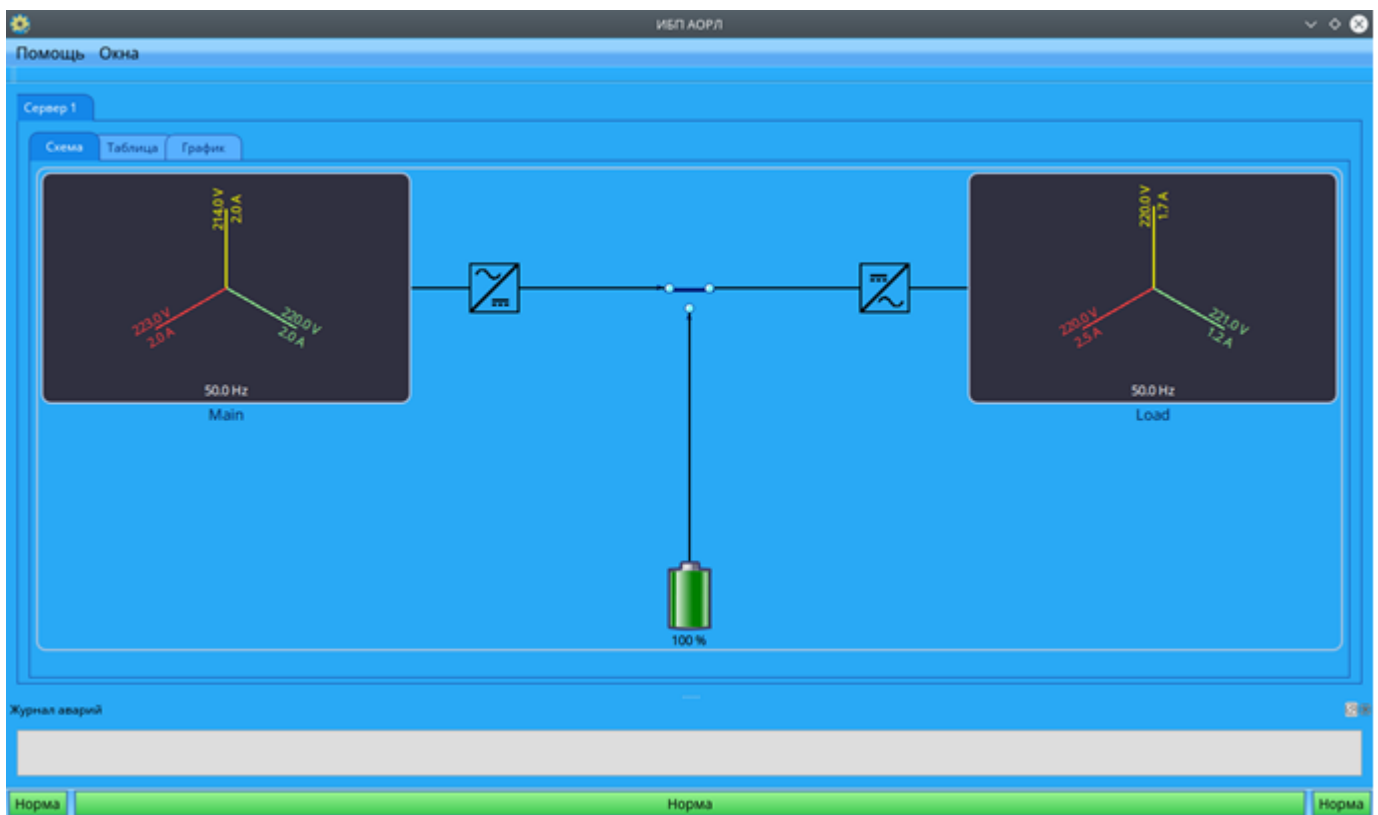

Рисунок 12. Вид главного окна программы «Электроснабжение»
3.3 Для просмотра системы электропитания необходимо на вкладке «Оборудование» нажать кнопку «Электропитание». После этого откроется окно «Электропитание» на вкладке «Схема» (рисунок 12).